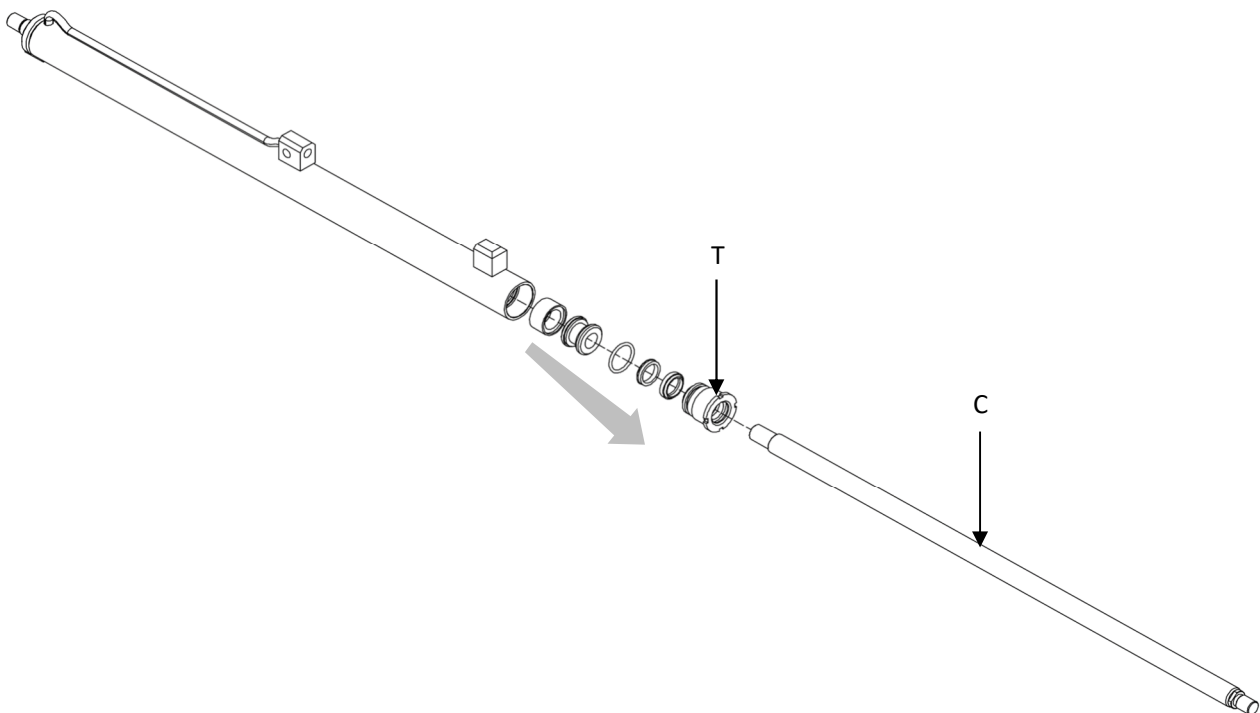

Figure 49
8. Prendre comme référence la *Figure 49*.